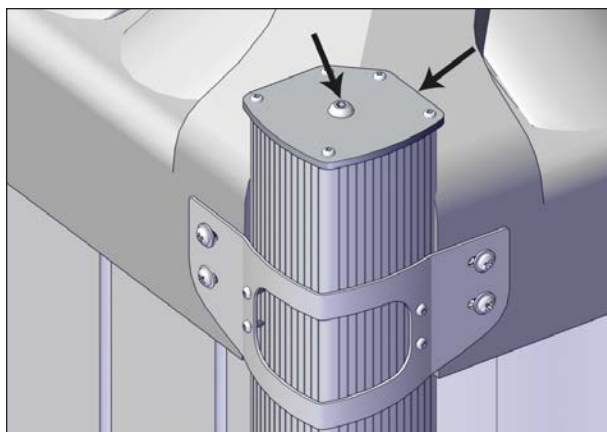

FIGURE 71: RETRAIT DES VIS
3. Retirer les cinq vis de la plaque supérieure de chaque colonne, voir Figure 71.
4. Retirer la vis centrale et la douille de chaque colonne. Garder les plaques supérieures, les vis et les douilles en lieu sûr, voir Figure 71.